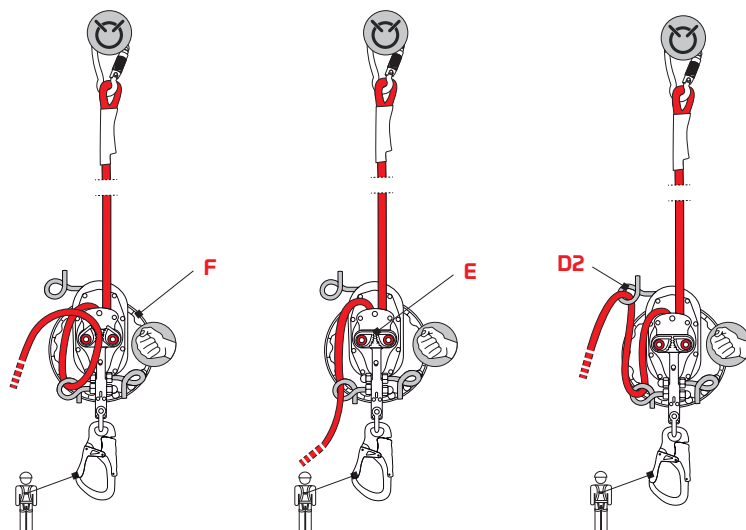
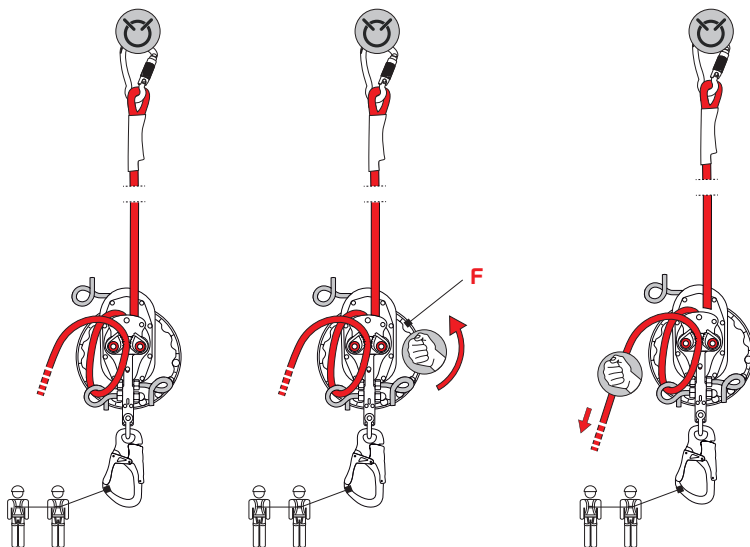

Fig.9
Fig.11
- mantenendo fermo il volante (F), disinserire la corda dallo strozzacorda (E) e inserirla nell'occhiello a "coda di porco" (D2) - fig. 9,
- k) ruotare il volante (F), eventualmente utilizzando la manovella (G) e, ad ogni giro, tensionare la corda libera (questa operazione permette di scaricare il peso dell'infortunato dal suo dispositivo anticaduta) - fig. 11,
- a) mantenendo fermo il volante (F), disinserire la corda dallo strozzacorda (E) e inserirla nell'occhiolo a "coda di porco" (D2) - fig. 9,
- b) rilasciare il volante (F),
- a) ruotare la manovella (G) e, ad ogni giro, tensionare la corda libera - fig. 11.